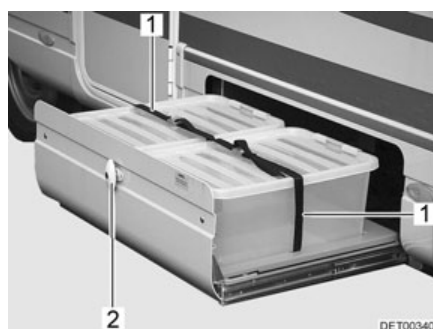

Fig. 48 Rallonge pour caisses
- Ouvrir la serrure du portillon (Fig. 48,2) comme décrit ci-dessus.
- Desserrer les courroies de serrage (Fig. 48,1).